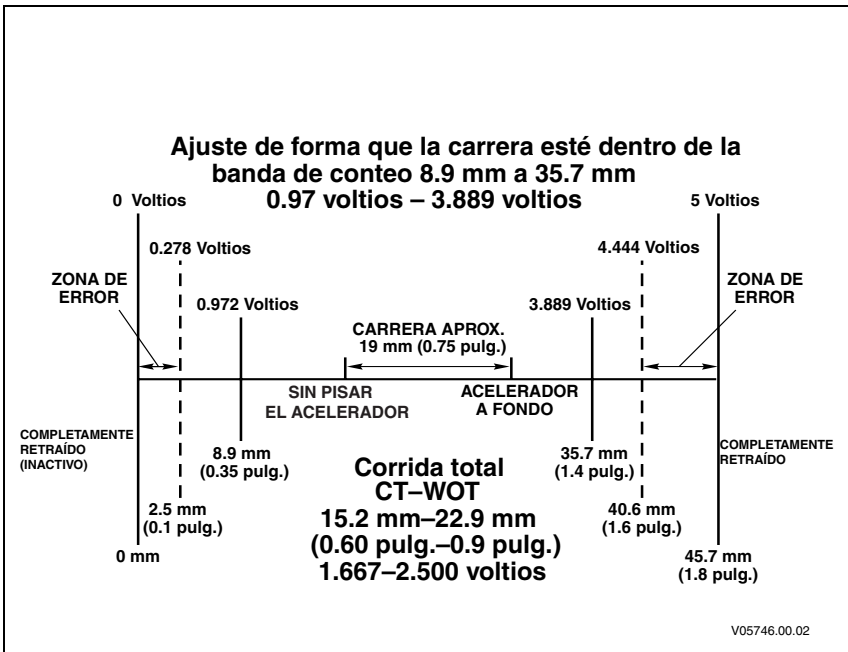

Figura 5-5. Diagrama de determinación de la posición del acelerador
- Las posiciones al ralentí y de aceleración completa no están dentro de la zona de error (consulte la Figura 5-5).